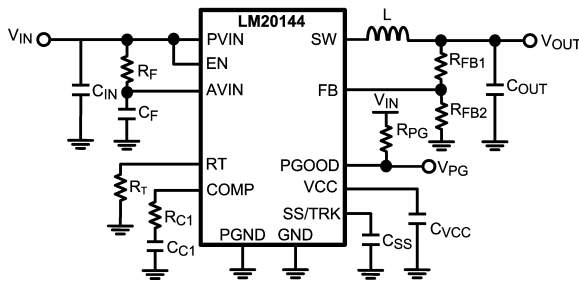

FIGURE 2. Typical Application Circuit
LM20144 は、できる限り少ない外付け部品で効率的な低電圧降圧レギュレータを実装するために必要なすべての機能を備えたスイッチング・レギュレータです。この使いやすいレギュレータは、2つのスイッチ素子を内蔵し、最大 4A の連続出力電流を供給できます。レギュレータは非線形スロープ補償によるピーク電流モード制御により、出力電圧範囲全体にわたり最適な安定性および過渡応答を実現します。ピーク電流モード制御は、入力電圧フィードフォワード、サイクルごとの電流制限、スロープ補償が簡単という特長を原理的に備えています。スイッチング周波数は 500kHz ~ 1.5MHz の範囲で可変です。デバイスは高いスイッチング周波数で動作可能で、小型のインダクタを使用しながら高い効率を達成します。高精度な内部電圧リファレンスにより、出力を 0.8V という低電圧に設定できます。そのほか、電流制限、サーマル・シャットダウン、オーバーボルテージ保護、シャットダウン機能を備えています。デバイスは放熱を助ける露出パッドを組み込んだ eTSSOP-16 パッケージで供給されます。5V または 3.3V バスから効率的に降圧する目的で、LM20144 は数多くのアプリケーションに適用することが可能です。LM20144 の一般的なアプリケーション回路は設計ガイドラインの Figure 2 に示しています。
この項では、全機能を有する電源の構築に必要な外付け部品の選定方法を段階を踏んで説明します。どのような DC/DC コンバータの設計であっても、効率、実装面積、性能が最適化のトレードオフになります。このセクションではこれらの設計条件について詳しく取り上げます。部品選定を簡易化するために、下の Figure 2 に示す回路を参考として使用します。特記のない限り、すべての式において単位は電流をアンペア (A)、容量をファラッド (F)、インダクタンスをヘンリー (H)、電圧をボルト (V) とします。
高周波ノイズのスパイクによって AVIN ピンおよび AGND ピンに接続された高感度のアナログ回路が妨害されることを防ぐため、PVIN と AVIN の間に高周波数 RC フィルタが必要となります。これらの部品は Figure 2 に C_F および R_F として示されています。 R_F に必要な値は 1 です。 C_F は必ず使用してください。 C_F の推奨値は 1.0μF です。フィルタ・コンデンサ C_F は、AVIN と AGND を直接接続し、可能な限り IC の近くに配置してください。このとき、 C_F には X5R や X7R など、適切なセラミック・コンデンサを選択すべきです。